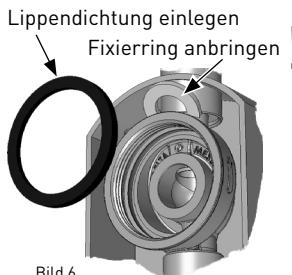

Bild 6
- Position der Schiebehülse mit dem Fixierring (aus Beipack) sichern (Bild 6).
- Lippendichtung (aus Beipack) einlegen (Bild 6).